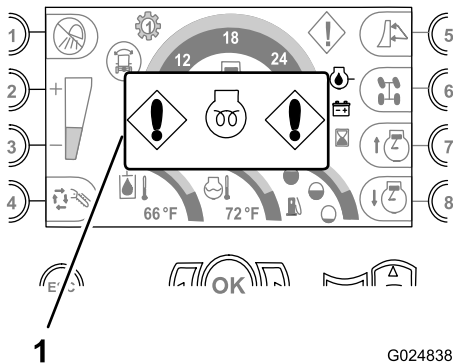

Figura 34
- **Indicatore di attesa prima dell'avviamento del motore:** questo indicatore appare quando l'interruttore di accensione è in posizione On e il riscaldamento dell'aria in ingresso del motore è eccitato (Figura 34).
Nota: Attendete fino a quando l'indicatore non scompare prima di tentare di avviare il motore (Figura 34).